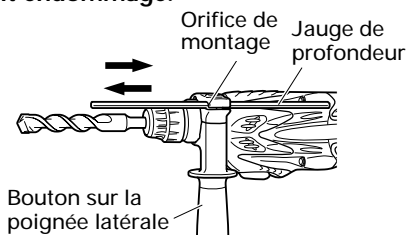

Fig. 12
(2) Enfoncement de vis à bois
6. Utilisation de la quenouille (Fig. 12)